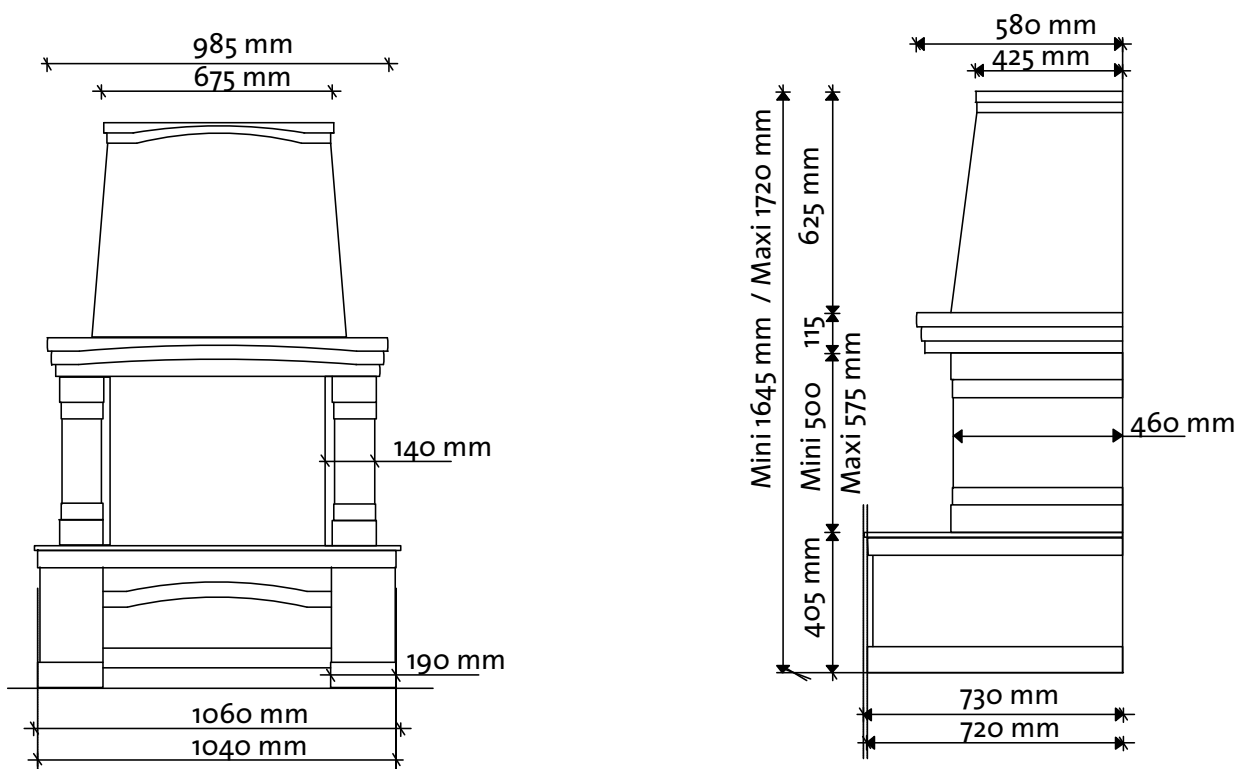

Fig. 2
3.4 Standardanforderungen an Frontplatte (Abb. 2)